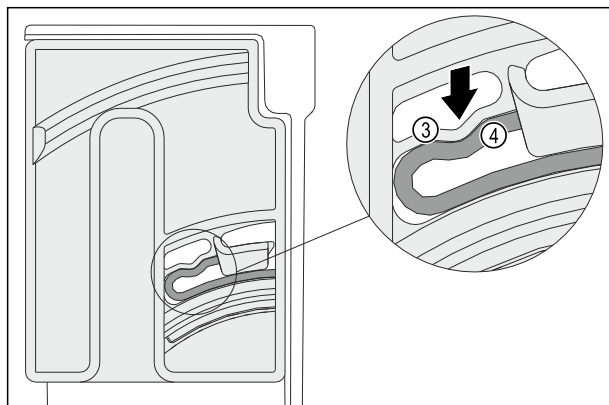

Fig. 103
- ▶ 旋转单元的弹性元件 Fig. 103 (3) 卡入圆弧形滑条 Fig. 103 (4) 中，发出咔哒声。